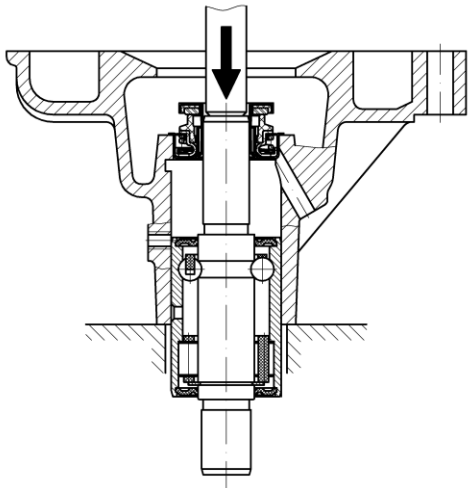

Рис.61. Выпрессовка подшипника с валиком водяного насоса
- выпрессовать из корпуса подшипник (рис.61). Выпрессовку подшипника производить на прессе или с помощью медной оправки. Для более легкой выпрессовки рекомендуется нагреть водяной насос до температуры плюс 80 °С;